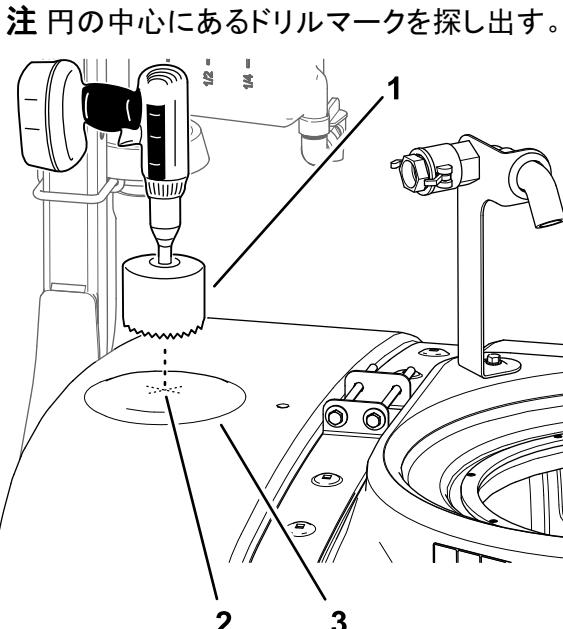

図 26
2. 図 26 に示されているタンク前部の位置を探し出す。
3. 9 cm の円形ノコを使ってマークのところに穴を切る図 26。